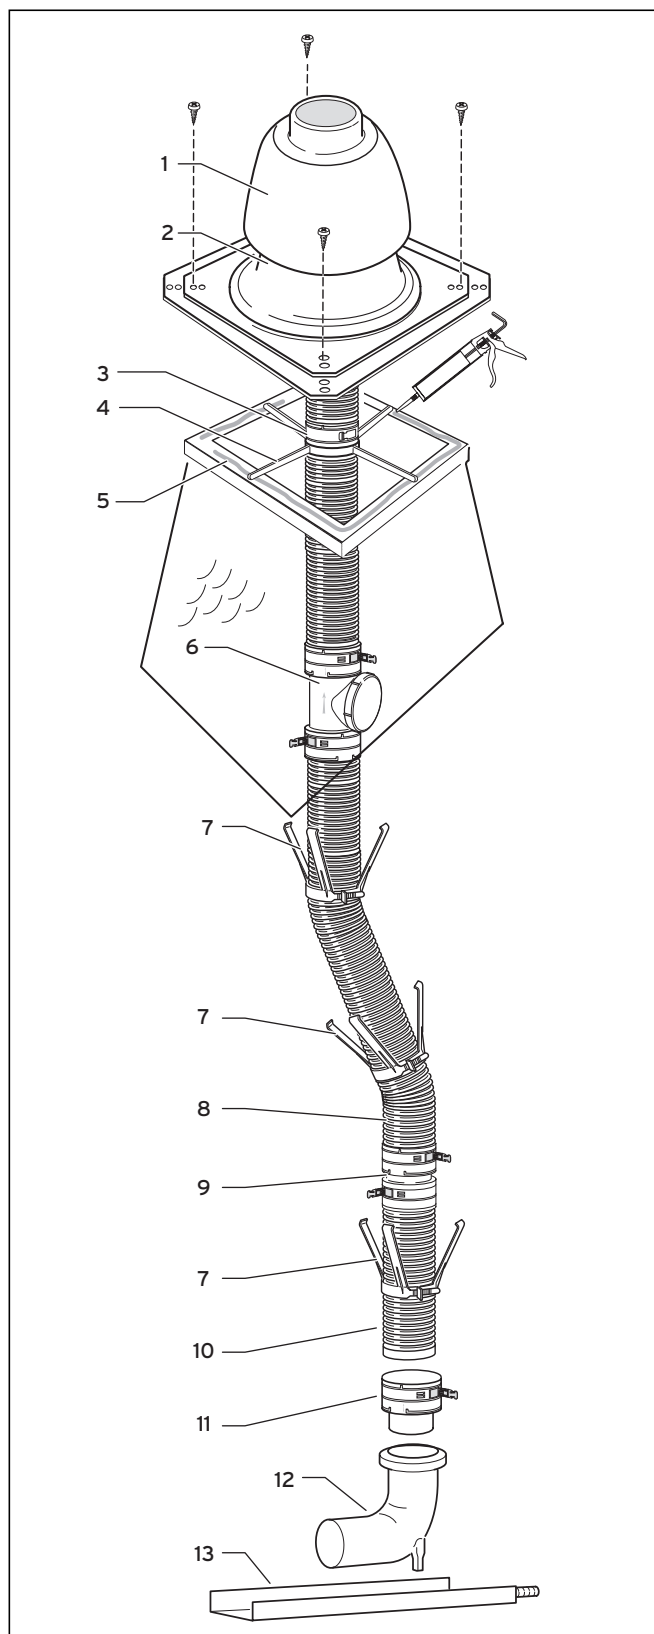

Рис. 6.42 Системная конструкция гибкого дымохода
- Надвиньте нижний конец выпускного газопровода (10) до упора во вставной элемент (11) и закрепите его защелкивающимися запорами.
- Монтируйте распорки (7, см. рис. 6.42) на расстоянии максимум 2 м на системе отвода продуктов сгорания.
- Передвиньте монтажную крестовину (4) через дымоход (8) на стенку шахты, см. рис. 6.42.
- Передвиньте Присоединительное кольцо (3) через дымоход (8) и зафиксируйте его защелкивающимися запорами над монтажным крестом (4). дымоход висит в монтажном кресте.
- Загерметизируйте край устья (5) силиконом.
- Закрепите основание шахтной насадки (2, рис. 6.42) четырьмя винтами на краю устья.